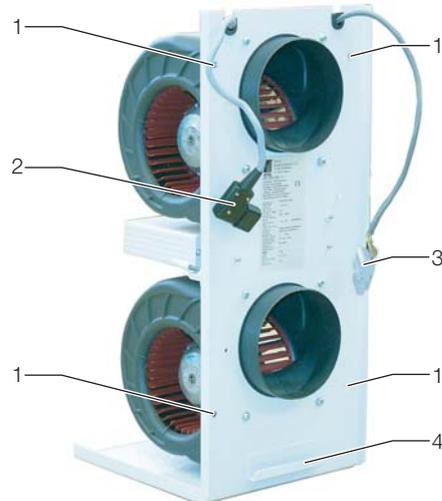

Abb. 4: Lüftermodul eines LCP-Moduls
- Lösen Sie die 4 Befestigungsschrauben an der Vorderseite des Lüftermoduls (Abb. 4, Pos. 1).
- Ziehen Sie den Stecker für die Spannungsversorgung und die Steuerleitung (Abb. 4, Pos. 2 und Pos. 3) ab.
- Ziehen Sie das Lüftermodul am Handgriff (Abb. 4, Pos. 4) vollständig aus dem Moduleinschub heraus.